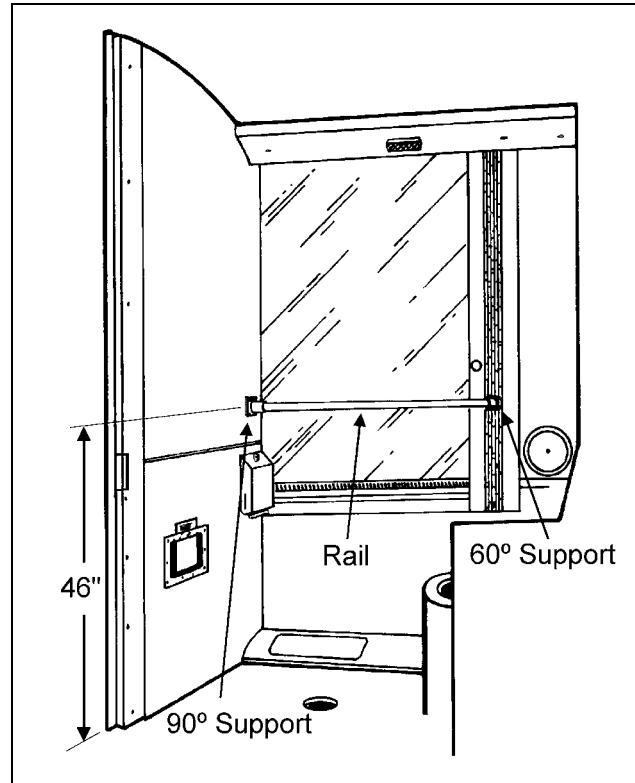

Figure 1
- Utiliser le support de rampe à 90° comme gabarit et marquer l'emplacement des quatres trous sur le mur avant à environ 1,15 m (46") du sol. Voir figure 1.
- Glisser le support à 60° sur la rampe, visser la vis de pression sur le support à 60°, et marquer les deux trous sur le montant de la fenêtre. Voir figure 1.
- Fixer le panneau à la structure, utiliser le support à 60° comme gabarit, marquer l'emplacement des 2 trous, utiliser ensuite une mèche de 3,5 mm (9/64") et percer un trou dans le panneau et dans la plaque de renfort. Voir figure 1.